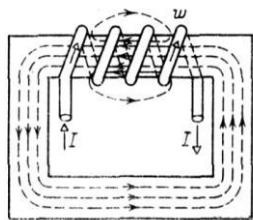

Рис. 7-5.
3. Напряженность магнитного поля катушки $H=500\text{ А/м}$. Какова будет магнитная индукция, если в катушку вставить магнитопровод из трансформаторной стали (рис.7-5), относительная магнитная проницаемость которой 2400 ? Каков будет магнитный поток?